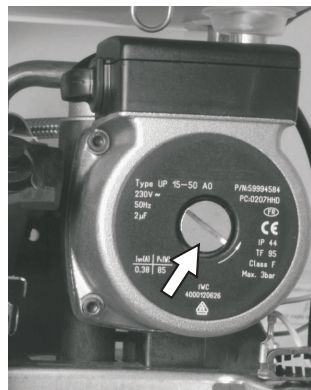

Рис. 29
- Зазор на крыльчатке доступен после снятия винта в середине торца статора – см.рис. 29.